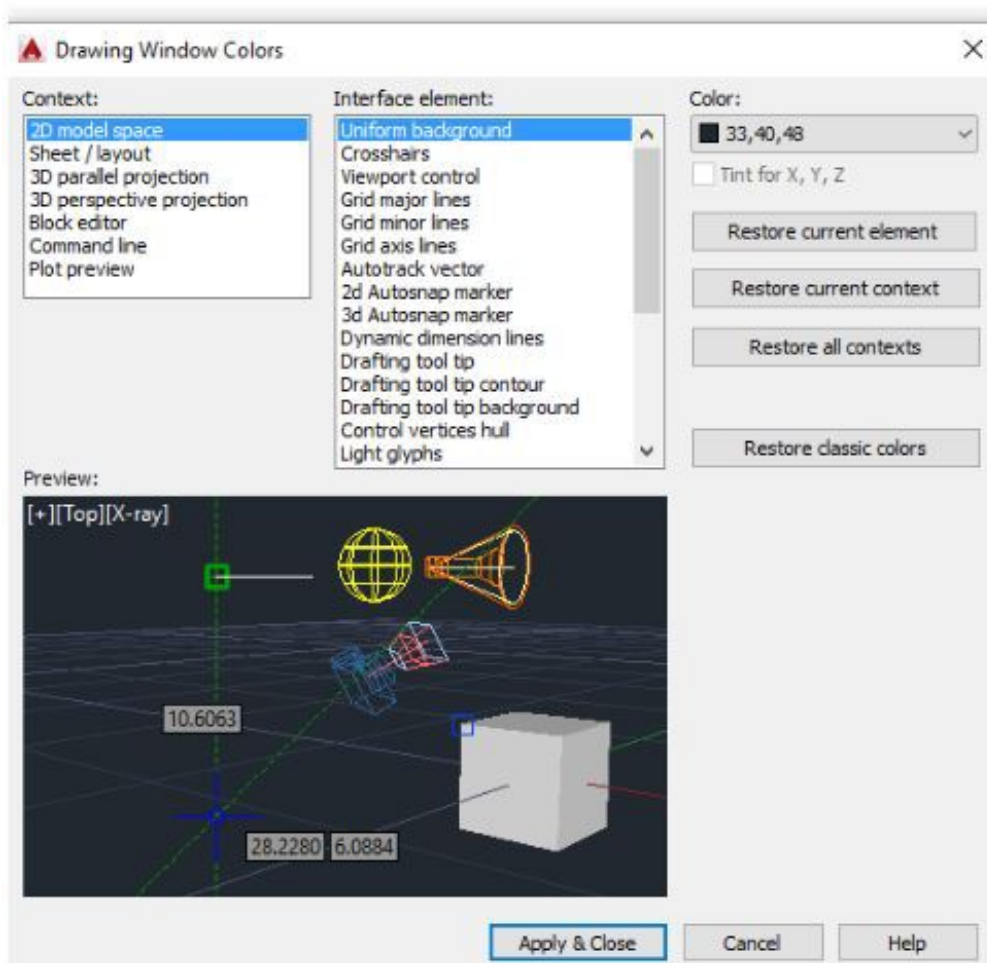

Fig. II-7
On peut assigner n'importe laquelle couleur à chaque élément, la boîte de dialogue ressemble à celle présentée ci-dessous, obtenue en cliquant sur (1) (Fig II-7).